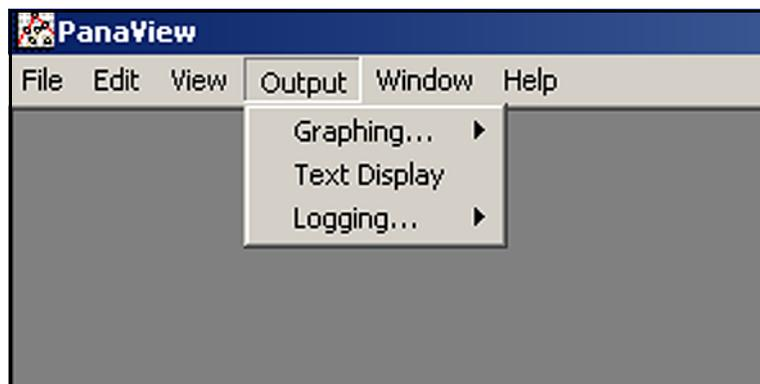

Figura 18: Menu Output (Uscite)
1. In PanaView, visualizzare il menu **Output** (Uscita) (vedere la **Figura 18**) e fare clic sull'opzione **Text Display** (Visualizzazione testo).